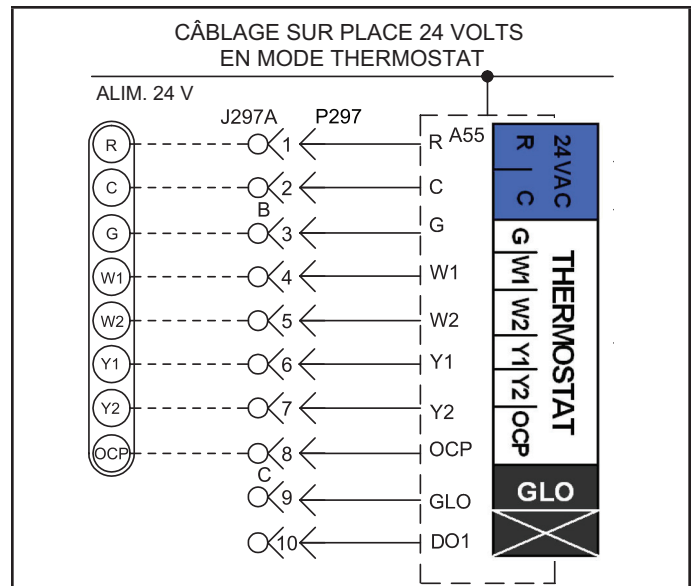
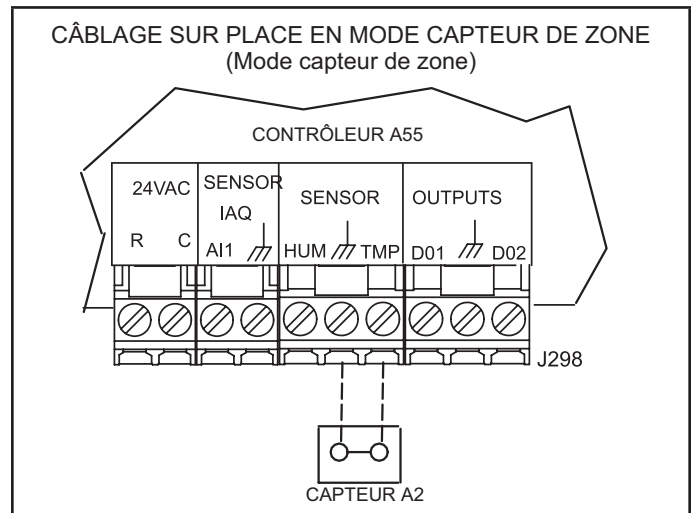
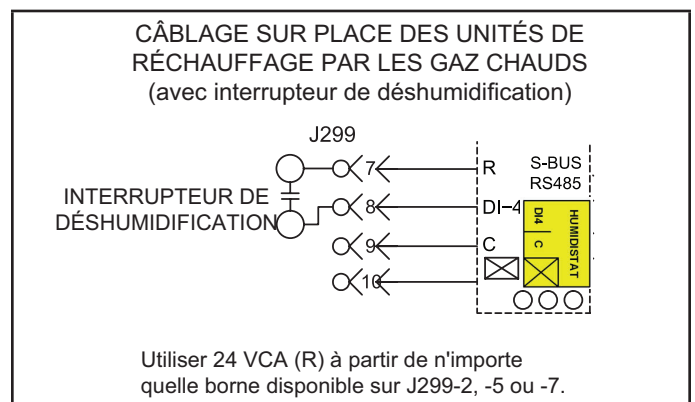

FIGURE 15
FIGURE 16
FIGURE 17
- 4 - Câbler comme indiqué à la FIGURE 15 pour les thermostats électromécaniques et électroniques. En cas d'utilisation d'autres dispositifs de contrôle de la température ou de systèmes de gestion de l'énergie, se reporter aux instructions et au schéma de câblage fournis par le fabricant.
Le contrôleur de l'unité fera fonctionner le chauffage et la climatisation en fonction des points de consigne internes du contrôleur de l'unité et de la température détectée par du capteur de zone A2. Un panneau de contrôle réseau (NCP) optionnel peut également être utilisé pour fournir les points de consigne. Un thermostat ou un capteur de reprise d'air peut être utilisé comme mode de secours. Effectuer les connexions du capteur de pièce comme indiqué à la FIGURE 16.
- 2 - Effectuer les connexions de câblage comme indiqué à la FIGURE 15 pour le mode thermostat ou à la FIGURE 16 pour le mode capteur de zone. En outre, connecter un capteur d'humidité ou une entrée de déshumidification. Se reporter à la FIGURE 18 ou FIGURE 19 pour le câblage du capteur d'humidité ou à la FIGURE 17 pour le câblage de l'entrée de déshumidification.